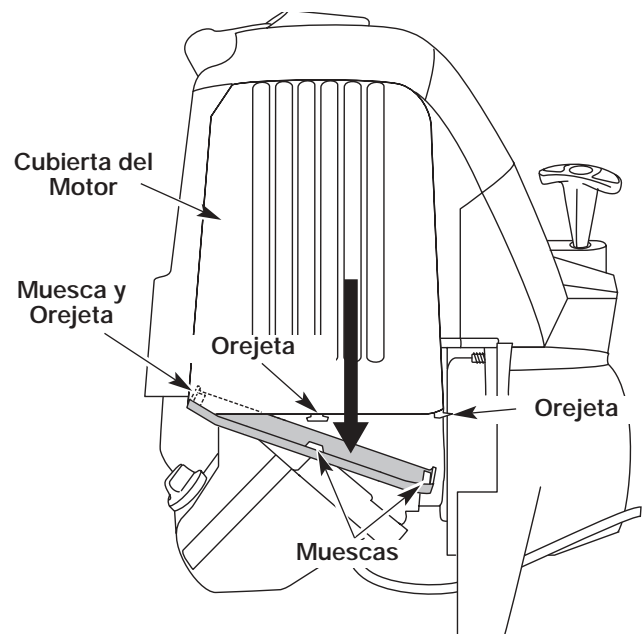

Figure 50
1. Retire la cubierta del silenciador presionando la esquina con un destornillador de vástago plano (Fig. 50). Deslice las muescas a los lados de la cubierta del silenciador sobre las orejetas de la cubierta del motor y retire.
13. Vuelva a colocar la cubierta del silenciador. Deslice las muescas a los lados de la cubierta del silenciador sobre las orejetas de la cubierta del motor y enganche en su lugar (Fig. 50).